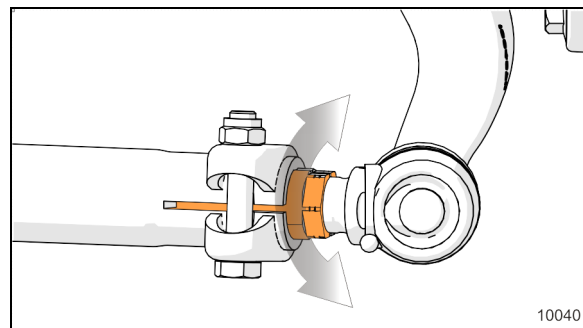

FIGURE 7: BAGUE D'AJUSTEMENT FIN SUR LA BIELLE DE LIAISON
- b. Faire tourner la bague d'ajustement (Figure 7) pour obtenir la mesure de pincement spécifiée.